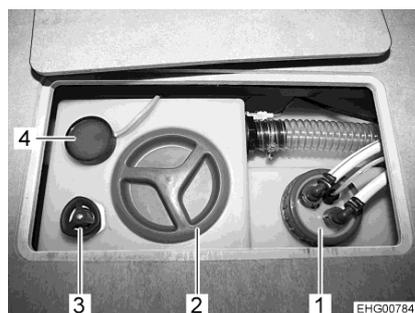

Fig. 130 Maniglia girevole (serbatoio dell'acqua)
- Sul serbatoio dell'acqua, ruotare la maniglia girevole (Fig. 130,3) in senso antiorario fino all'arresto. L'acqua fuoriesce fino a ca. 20 litri.
- Sul serbatoio dell'acqua, ruotare la maniglia girevole (Fig. 130,3) in senso orario fino all'arresto.